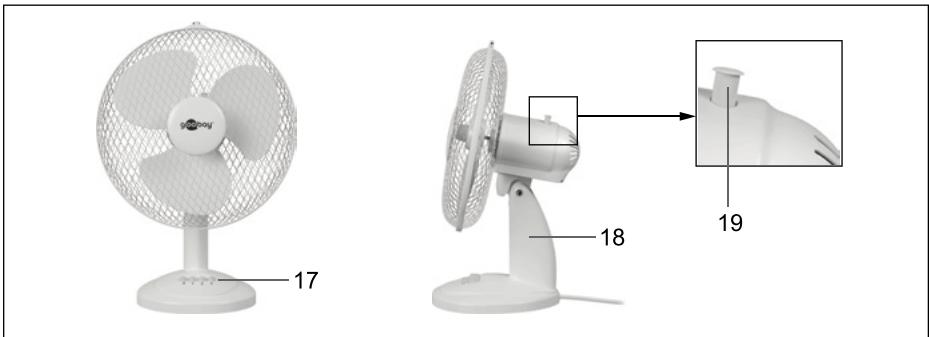

Fig.6: Fertig montierter Tischventilator
1. Fassen Sie den Ventilator nur am Sockel (18, Abb. 6) an und stellen Sie ihn auf eine staubfreie, stabile und horizontale Oberfläche.
Die Gebläsestärke kann in 3 Stufen durch Drücken der Drucktasten 0-3 (17, Abb. 6) eingestellt werden:
EIN: Drücken Sie den Stift zur Rotationseinstellung (19, Abb.6) in das Motorgehäuse.